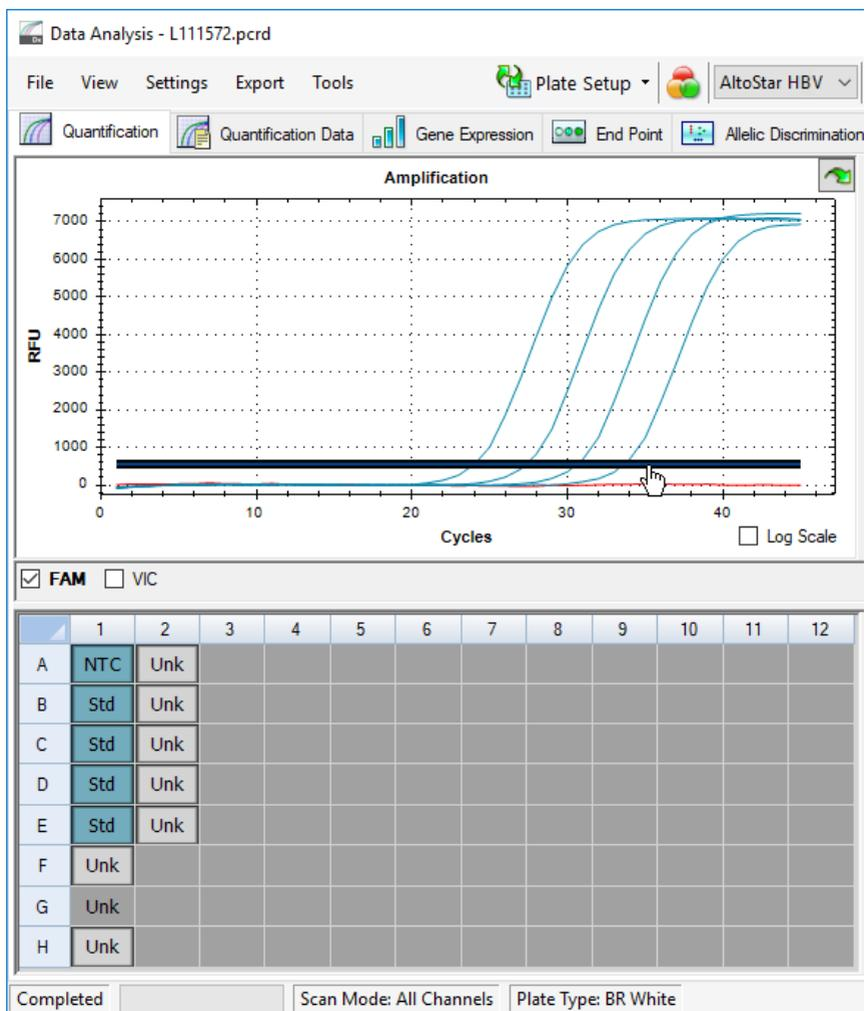

Figura 10: Janela Data Analysis (Análise de Dados): definição do limiar FAM™
5. Do lado esquerdo da janela Data Analysis (Análise de Dados), anule a seleção da caixa de verificação **VIC** e assinale a caixa de verificação **FAM** para o canal de deteção do alvo de HBV (consulte a figura 10).
6. Selecione apenas os poços que contêm NTC e os QS na vista da placa da janela Data Analysis (Análise de Dados) (consulte a figura 10).
7. Arraste o limiar bem acima do sinal de NTC para a área exponencial dos sinais QS (consulte a figura 10).